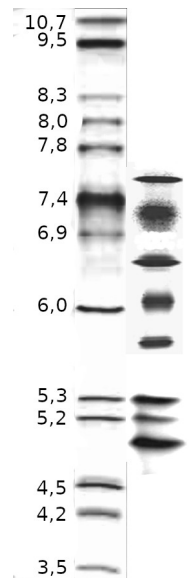

Abb. 1.1: Bsp. einer IEF q: eW
Bei der **isoelektrischen Fokussierung (IEF)** durchwandern die zu trennenden Komponenten ein Gel mit pH-Gradient. Es kommen nur solche Stoffe in Frage, die aus **Ampholyten** aufgebaut sind, also beispielsweise Peptide und Proteine. Die einzelnen Bestandteile besitzen unterschiedliche **isoelektrische Punkte (IEP, pI)**. Die Stoffe werden so lange durch das elektrische Feld transportiert, bis sie den pH-Wert im Gel erreichen, bei dem sie nach außen hin nicht mehr geladen sind, also ihrem IEP. Ab dieser Höhe hat das elektrische Feld keinen Einfluss mehr auf die Bande. Die Proteine werden an dem Ort mit dem pH-Wert aufkonzentriert (**fokussiert**), der ihrem IEP entspricht (vgl. Abb. 1.1). Da die Auftrennung alleine aufgrund der Ladung erfolgt, kann keine Aussage über die Molekülmassen der Proteine getroffen werden.
1.2 Abb. 1.1 (siehe rechts) zeigt das Ergebnis einer IEF. linke Spur: Marker. rechte Spur: Probe. Schätzen Sie die pI -Werte der Probebanden